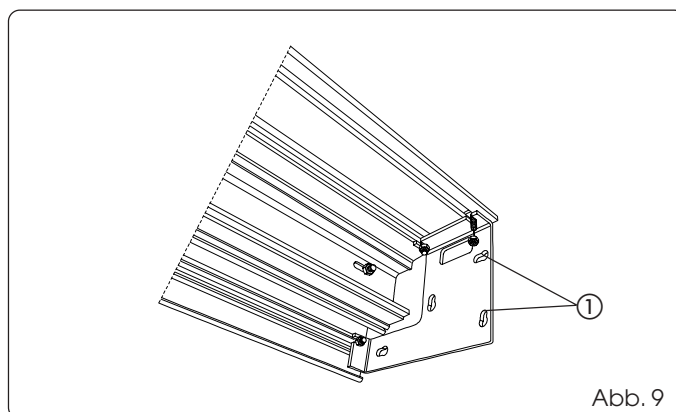
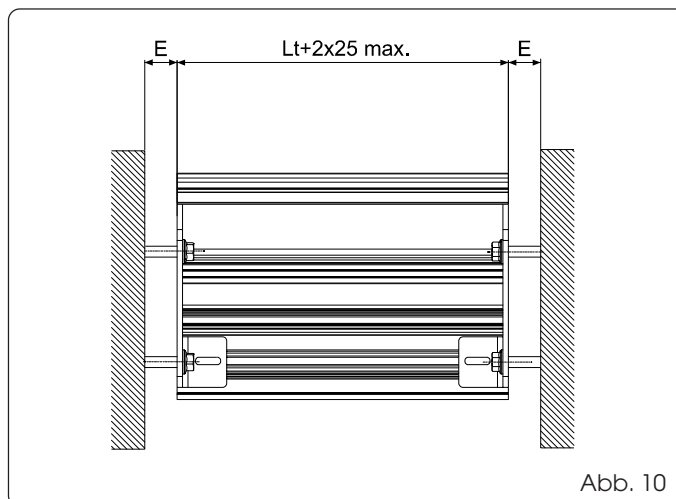

Abb. 9
Abb. 10
Bei der Lieferung ist das selbsttragende Profil bereits mit dem Stützprofil zusammengebaut und die Seitenbügel sind bereits auf dem Querträger montiert (Abb. 9).
- Den Querträger mit Hilfe der Öffnungen auf den Seitenplatten (Abb. 9 Bez. ①) unter Verwendung von entsprechenden Dübeln (nicht im Lieferumfang enthalten) am Mauerwerk befestigen und die eventuellen Passstücke für die Zwischenräume einsetzen (Abb. 10).